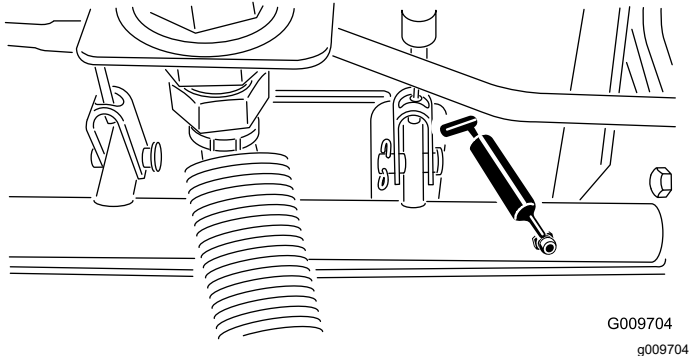

Figura 74
- Cuscinetti orientabili dell'albero del freno (5) come illustrato nella Figura 74